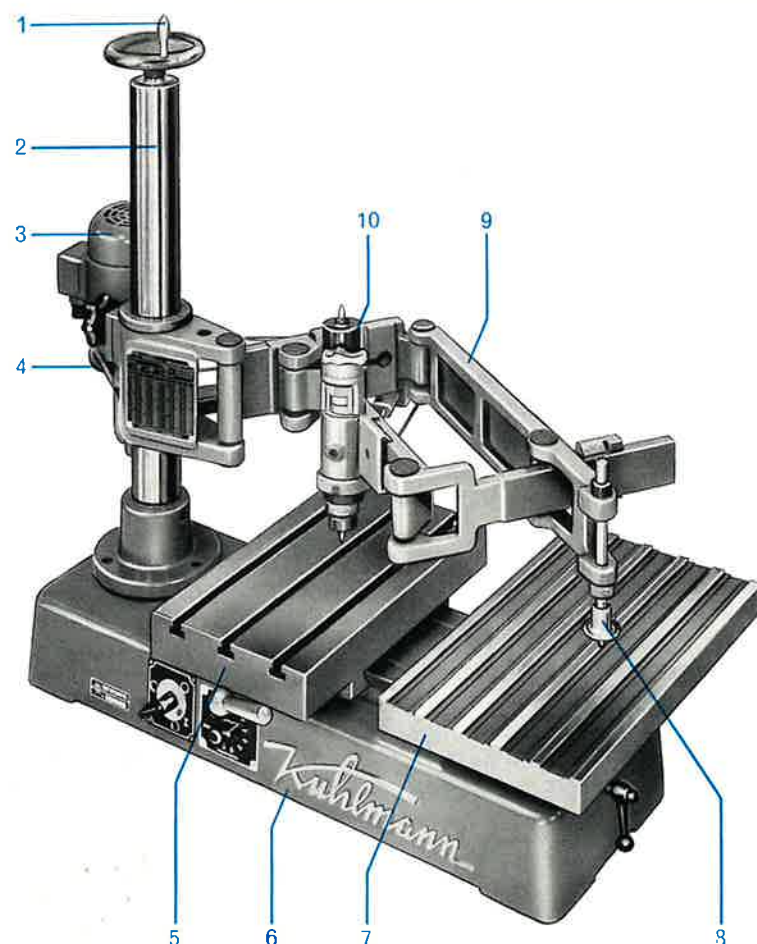
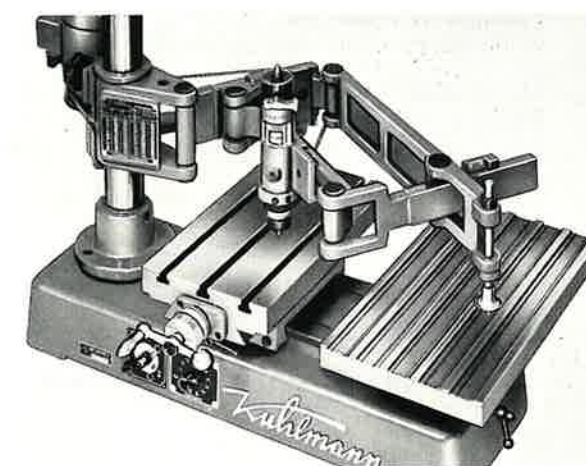
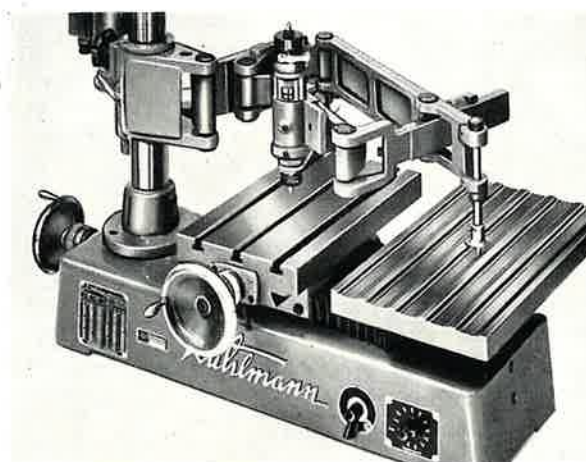

Bild 10
Bild 12 Graviermaschine Gm 0 mit verstellbarem Arbeitstisch (Sonderausführung)
Bild 13 Graviermaschine Gm 0 mit Gm 0 3 D-Grundplatte und Universal-Arbeitstisch (Sonderausführung)
Die **Tischgraviermaschine Gm 0** (Bild 10) ist eine Flachgraviermaschine hoher Leistung bei geringem Platzbedarf. Die Konstruktion ist stabil, einfach, formschön und die Ausführung sorgfältig und genau, so daß eine exakte Arbeitsweise gewährleistet ist. — Der Pantograph arbeitet in Genauigkeitskugellagern ohne jedes Spiel. Er ist stabil ausgeführt und besonders leicht beweglich.
Die **Grobeinstellung** des Gravierfräasers über dem Werkstück kann durch Verschieben des gesamten Pantographen auf einer kräftigen, geschliffenen Säule (2) mit Hilfe eines Spindeltriebes durch Handrad (1) vorgenommen werden (Bild 10).
Der „**Normale Arbeitstisch**“ hat in seiner Schwalbenschwanzführung eine einfache Längsverstellung mit Feststellknebel. Er hat keine Querverstellung (Bild 10).
Der „**Verstellbare Arbeitstisch**“ hat eine zusätzliche Querverstellung durch Spindeltrieb mit Kurbel und Teiltrommel (Bild 12).
Der „**Universal-Arbeitstisch**“ hat eine Längs- und Querverstellung mittels Spindeltriebs. Zwei Faltenbälge schützen die Schwalbenschwanzführung der Grundplatte. Diese ist in Sonderausführung dem Längstrieb angepaßt. Ein Umbau einer Maschine nach Bild 10 oder Bild 12 in eine solche nach Bild 13 ist nachträglich nicht möglich.
Der Schablonentisch (für Bild 10, 12 und 13) hat 5 schwalbenschwanzförmige Nuten nach DIN 55 076. Die Lagerung ist aus der Mitte und seitlich versetzt, so daß der Tisch verschiedene Stellungen einnehmen kann; er ist mit zwei austauschbaren Säulen verschiedener Länge ausgerüstet, so daß der Schablonentisch je nach Höhe des Werkstückes mittels Klemmschraube entsprechend eingestellt werden kann.
Auch die ESM ist in gleicher Weise wie die Gm 0 mit verschiedenen Arbeitstischen bzw. Schablonentischen lieferbar (Bild 10, 12, 13 und 14). Die Normalausführung hat den „Normalen Arbeitstisch“, wie in Bild 10 gezeigt.